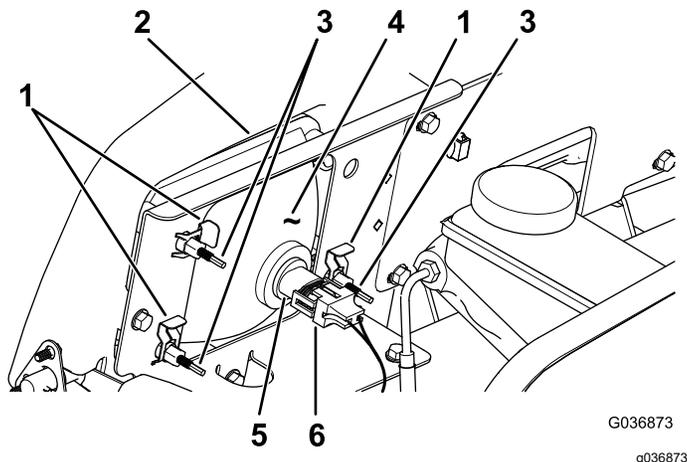

Figura 55
3. Scollegate il connettore elettrico del cablaggio dal connettore del gruppo luci (Figura 55).
4. Togliete i fermagli che tengono bloccato il faro anteriore sulla relativa staffa (Figura 55).
5. Rimuovete il gruppo faro anteriore spostandolo in avanti attraverso l'apertura nel paraurti anteriore (Figura 55).
6. Montate il nuovo faro anteriore attraverso l'apertura nel paraurti (Figura 55).
8. Collegate il connettore elettrico del cablaggio al connettore del nuovo gruppo luci (Figura 55).
2. Sul retro del gruppo faro, ruotate le viti di regolazione (Figura 55) per ruotare il gruppo faro e allineare la posizione di getto del fascio.